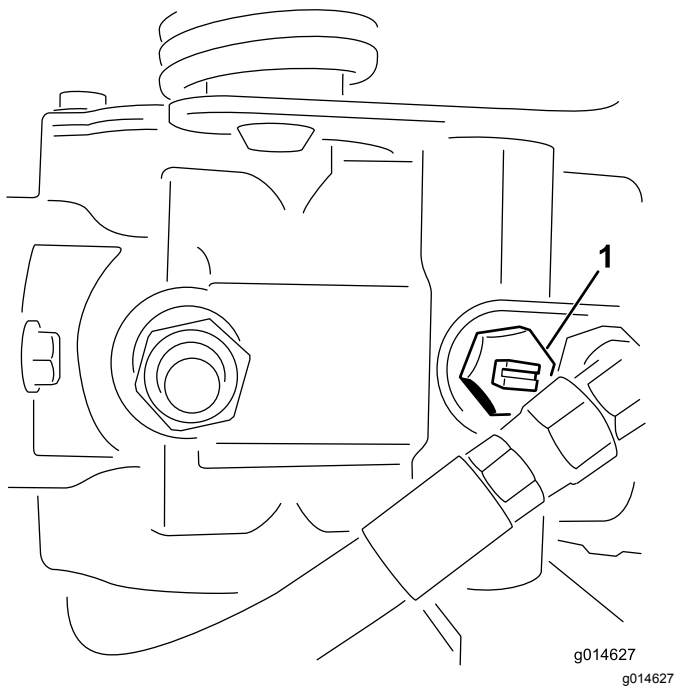

Bild 29
1. Ermitteln Sie das Sicherheitsventil an der Pumpe und drehen es so, dass der Schlitz vertikal ist (**Bild 29**).
2. Schließen Sie vor dem Starten des Motors das Sicherheitsventil. Drehen Sie den Schlitz des Ventils in die horizontale Stellung (Bild 29).